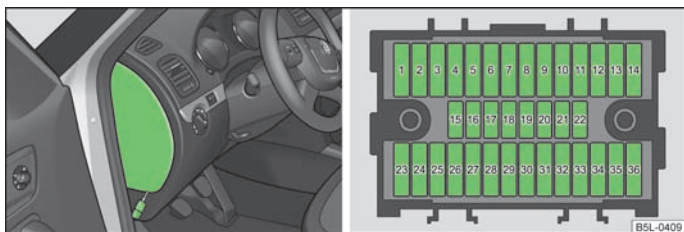

Fig. 167 Tapa de la caja de fusibles en el tablero de instrumentos/Representación esquemática de la caja de fusibles
- Extraer la tapa de la caja de fusibles con ayuda de la llave de contacto » fig. 167.